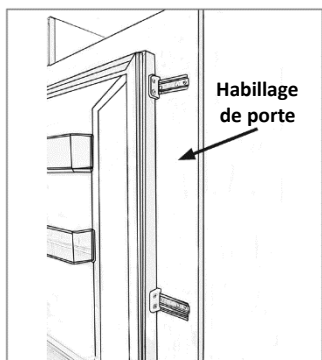

Fig.14
- L'aspect final des glissières de porte doit correspondre à l'image de la Fig. 14, où 2 glissières sont visibles.